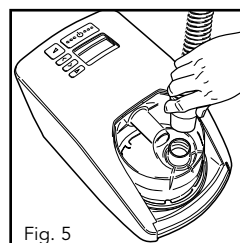
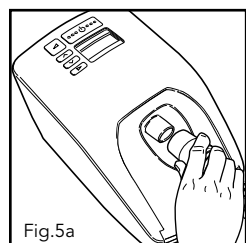

Fig. 5
Fig. 5a
4. Une des extrémités du circuit possède un connecteur en plastique blanc. Brancher ce connecteur sur la sortie de la chambre d'humidification situé sur le dessus de celle-ci (Fig. 5) ou la sortie de la PPC (Fig. 5a).